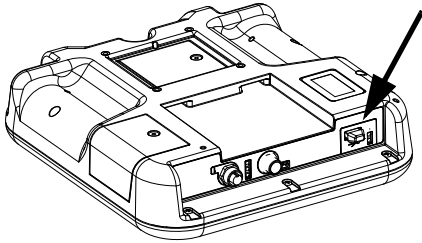

Fig. 3: : Porta USB del controller di sistema
1. Inserire un'unità di memoria flash USB nella relativa porta. Vedere FIG. 3: a pagina 59.
3. Estrarre l'unità flash USB dalla porta USB (BL).